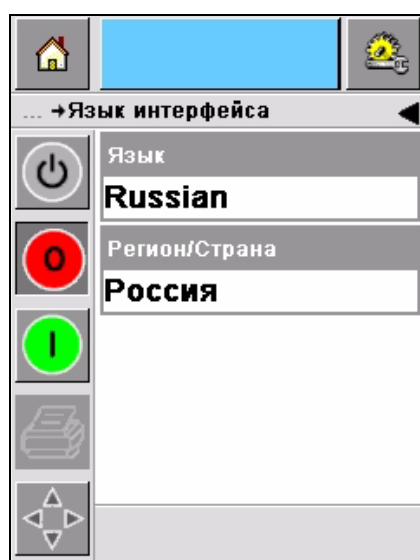

Рисунок 5-26: Экран Язык интерфейса
- 1 Нажмите Сервис -> Настройка -> Управление -> Язык. Откроется экран Язык интерфейса (Рисунок 5-26).
- 4 Нажмите на клавишу возврата, чтобы вернуться к предыдущему экрану и нажмите на поле Регион/Страна чтобы выбрать регион или страну (Рисунок 5-26 на странице 5-20).